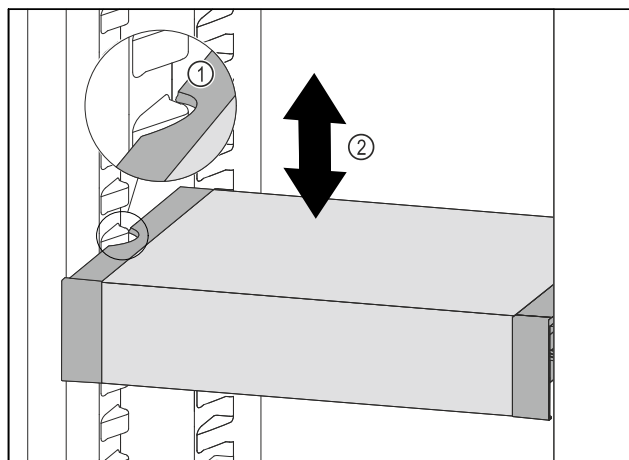

Fig. 97
- VarioSafe ťahajte dopredu, dokým sa bočné vybrania VarioSafe nebudú nachádzať vo výške rebra nádoby v chladničke. Fig. 97 (1)
- VarioSafe v chladničke presúvajte nahor alebo nadol, dokým sa dosiahne požadovaná výška. Fig. 97 (2)